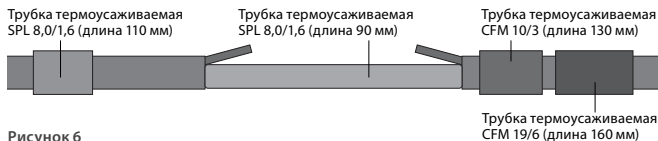

Рисунок 6
2.2.5. Трубку термоусаживаемую SPL 8,0/1,6 (длина 90 мм) сдвинуть по центру на место соединения. Усадить трубку термоусаживаемую термопистолетом, направляя струю горячего воздуха на середину трубки и по мере усадки смещая ее к краям трубки (температура усадки +400°C). Правильно обработанная термоусаживаемая трубка должна дать усадку и плотно обжать со всех сторон место соединения – см. рисунок 6. Расплавление изоляции не допускается.